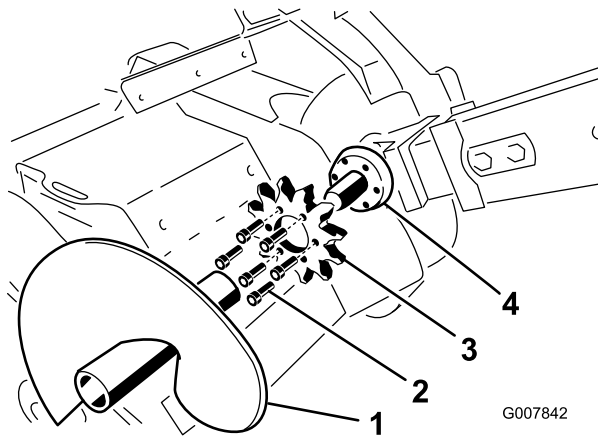

Figura 61
4. Retire a rosca sem fim (Figura 61).
9. Solte os 6 parafusos de fixação da roda dentada (Figura 61).
10. Remova e descarte a roda dentada (Figura 61).
11. Limpe a superfície de fixação da roda dentada (Figura 61).
12. Encaixe a nova roda dentada no eixo (Figura 61).
13. Atarraxe manualmente os 6 parafusos na roda dentada (Figura 61).